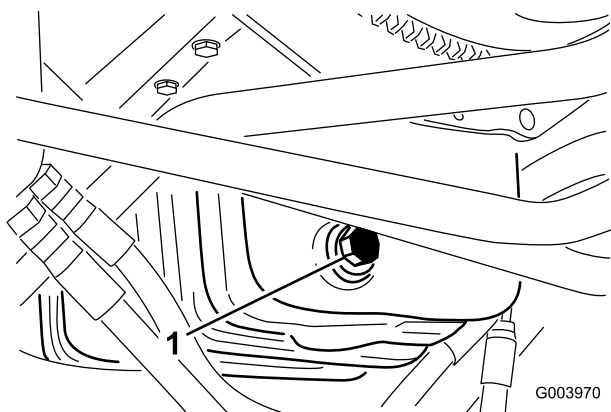

図 54
1. ドレンプラグ (図 54) を外してオイルを容器に受ける。